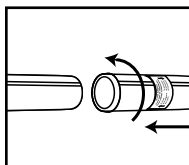

FIGURA 3
8. Inserte el adaptador dentro del extremo de la manguera, luego acople el tubo o accesorio dependiendo del tipo de limpieza dentro al otro extremo del adaptador. Tuerza ligeramente para apretar la conexión. **FIGURA 3.**